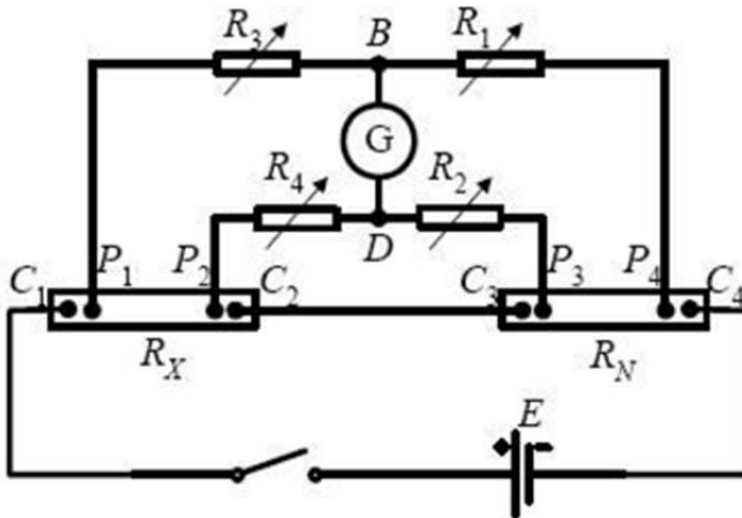

图 3：开尔文双电桥原理图
**开尔文双电桥的解决办法：**开尔文是惠斯通电桥的变形，在测量小阻值时能给出相当高的准确度。其结构如图 3 所示，其中  $R_1$ 、 $R_2$ 、 $R_3$ 、 $R_4$  均为可调电阻， $R_X$  为被测低电阻， $R_N$  为低值标准电阻。与惠斯通单电桥对比，开尔文电桥做了两点重要改进：